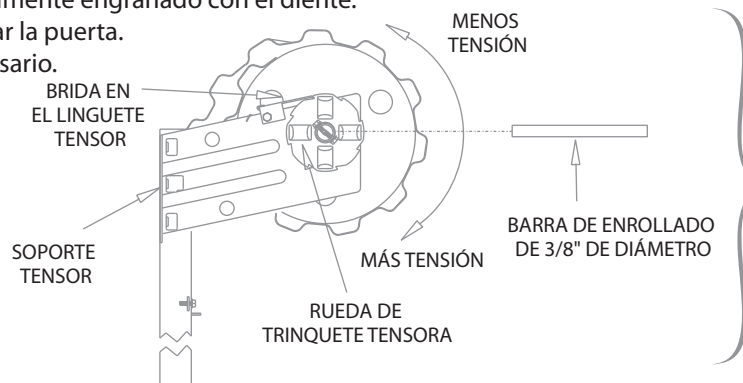

FIGURA 12
- Coloque la barra de enrollado de 3/8" de diámetro en la rueda de trinquete tensora. Consultar figura 12.